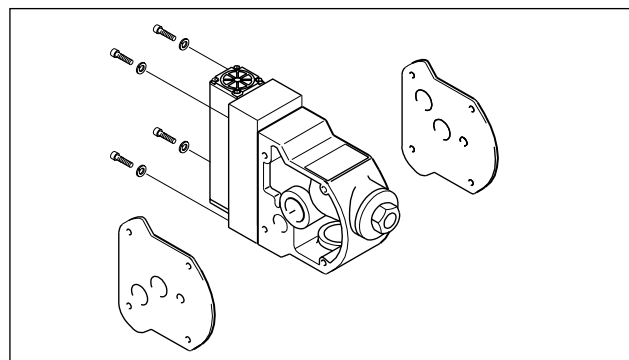

Рис. 18: Монтаж внешнего распределительного клапана
- Ослабьте четыре крепежных винта на управляющем блоке. Теперь можно вынуть весь распределительный клапан, включая контрольное управление. Это также возможно без предварительного демонтажа насоса (рис. 18)